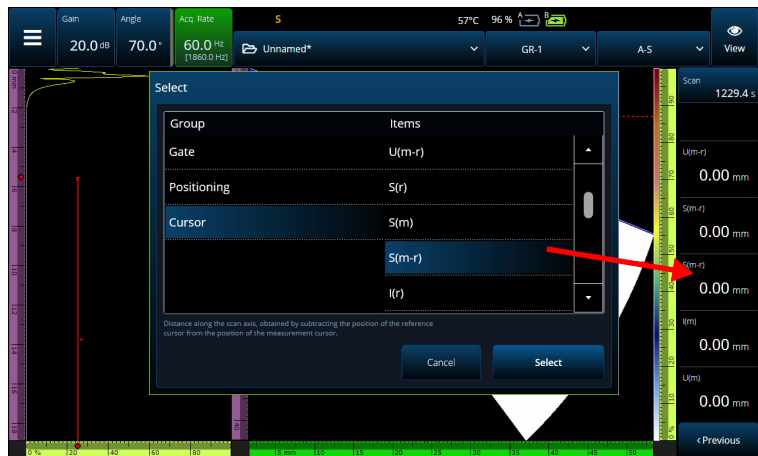

Abbildung 2-63 Messwertauswahl (Beispiel)
- b) Mit **Select Reading** (Messwert auswählen) können Sie einen spezifischen Messwert durch einen der verfügbaren Messwerte ersetzen (Abbildung 2-63 auf Seite 109).